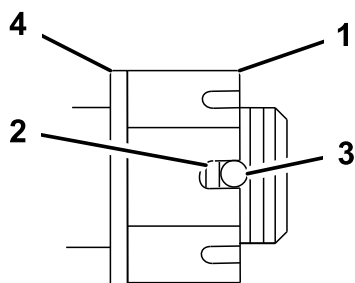

Figura 58
4. Serrate il dado a corona a 170 Nm (Figura 58).
5. Controllate la distanza tra la base della scanalatura del dado e il bordo interno del foro. Devono essere visibili due filetti o meno (Figura 58).
7. Serrate il dado a corona a 170 Nm. (170 Nm) (Figura 58).
8. Serrate il dado fino ad allineare la serie di scanalature successiva con il foro dell'albero (Figura 58).